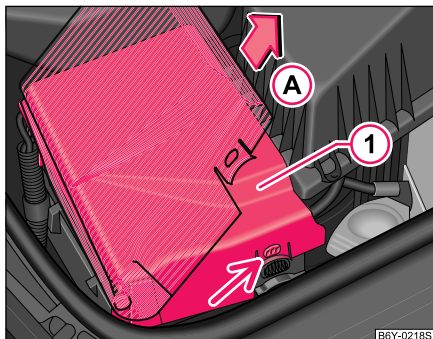

Abb. 131 Motorraum:
- Ziehen Sie die Rastnasen an den Seiten der Batterieabdeckung **1** ab, klappen Sie die Batterieabdeckung in Stellung ca. 45° auf und nehmen die Batterieabdeckung in Pfeilrichtung **A** heraus ⇒ Abb. 131.